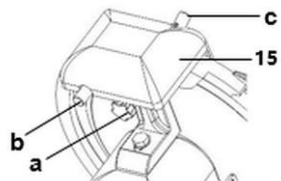

Fig. 10
7. Maintenir pressé la touche (b, fig. 10) de l'aiguseur à l'arrière du dispositif (1) et laisser fonctionner l'appareil pendant env. 60 secondes, de manière à ce qu'un morfil se forme sur la lame.